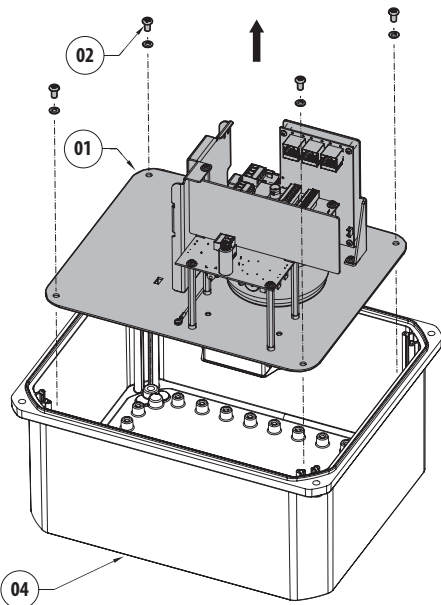
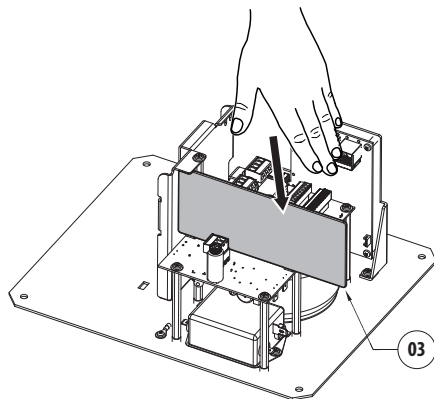

Рис. 7
Рис. 8
Удерживая перегородку платы (03), поднимите внутренний блок (01) и снимите коробку (04) (Рис. 7, страница 11 и Рис. 8, страница 11).